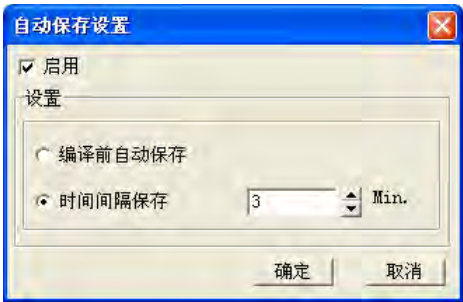

图 3-17 自动保存设置
可配置文件自动保存之时机，勾选「启用」后，若选择「编译前自动保存」，每次按下「编译」功能后会先进行保存再执行编译动作；若设置「时间间隔保存」，经过设置的间隔时间会自动保存文件。单击 工具 (I) > 自动保存功能设置 (A) ，如图 3-17。